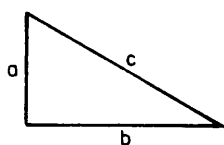

Fig. 18
- a) Tiene los tres lados desiguales (figs. 18 y 19).